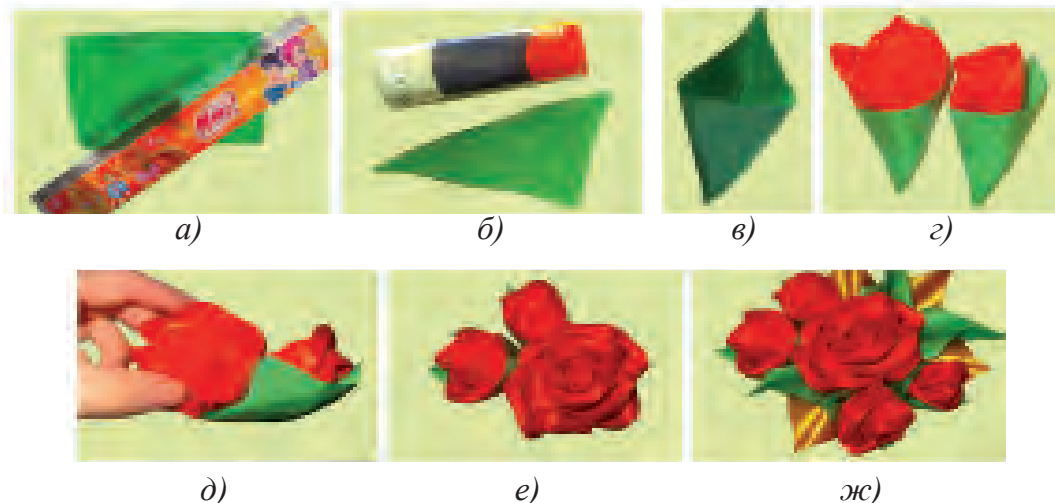

Рис.27. Изготовление композиции «Осенние цветы» из синтетических тканей.
10. Для изготовления листьев из ткани или ленты зеленого цвета вырезаются полоски длиной 15 см, шириной 5 см. Полоска складывается вдвое блестящей стороной внутрь и проводится диагональ (рис.27, а).
11. По линии диагонали делается разрез, место разреза слегка расплавляется и приклеивается (хорошо плавится синтетическая лента или ткань, при легком надавливании линия диагонали затвердевает и приклеивается) (рис.27, б).
12. Лист выворачивается на лицевую сторону (рис.27, в). Изготавливается несколько таких листьев.
13. Внутри листка приклеивается бутон (рис.27, г).
14. На нижнюю часть розы красиво приклеиваются два бутона (рис.27, д, е).
15. Для завершения композиции можно фантазировать. Можно использовать другие цвета. Например, желтый, в указанном порядке изготавливаются зеленые листья и дополняются к цветочной композиции (рис.27, ж).